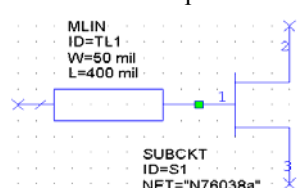

Рис. 5.10
3. Нажмите левой кнопкой мышки на модель **MLIN** и, не отпуская кнопки мышки, перетащите элемент в окно схемы, поместите элемент на узел **1** подсхемы **N76038a** и щёлкните левой кнопкой мышки, чтобы зафиксировать его (Рис.5.10).